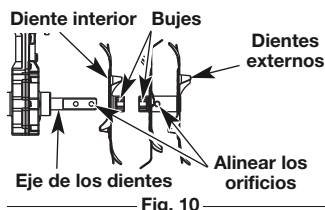

Fig. 10
5. Coloque los dientes nuevos con los bujes encarados uno al otro (Fig. 10).
**NOTA:** Asegúrese de poner primero en el eje el diente simple y los dientes dobles en el exterior, así como de alinear los orificios de los dientes externos y del exterior del eje (Fig. 10).